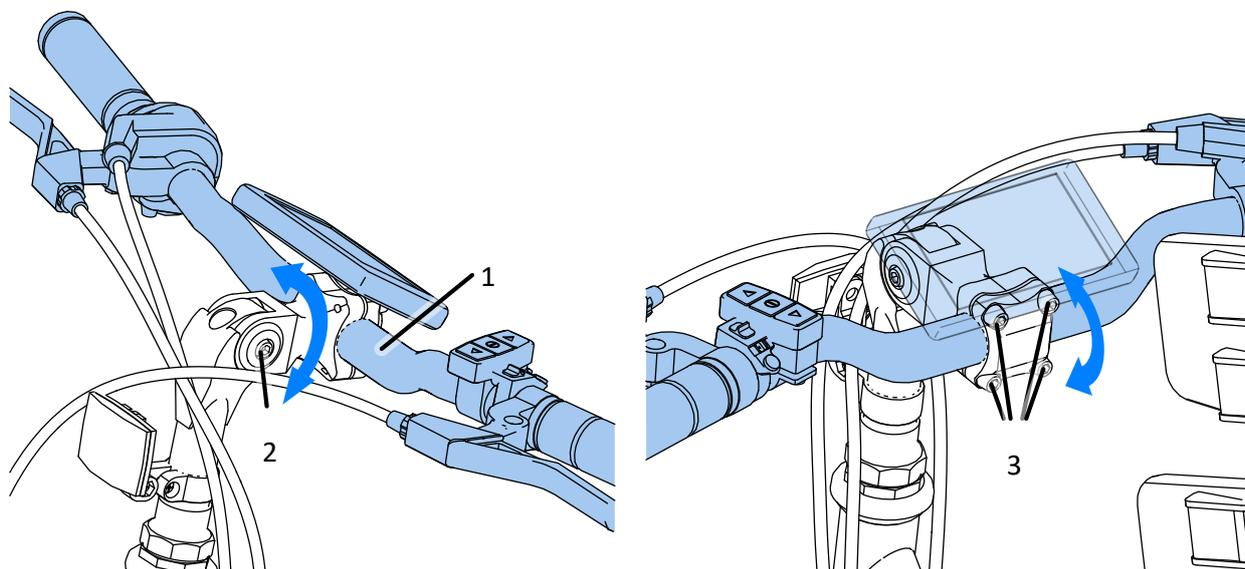

Abb. 17
Die Einstellung des Lenkerwinkels (1) wird in Abb. 17 angezeigt. Um die Neigung des Lenkers zu ändern, lösen Sie die Schraube (2) an der Seite der Brücke. Eine Winkelverschiebung des Brückenkopfes ist dann möglich. Nach dem Einstellen des Winkels sichern Sie die Position durch Festziehen der Schraube (2). Der Brückenkopf ermöglicht die Winkeldrehung der Lenkhebel selbst (1). Lösen Sie dabei die vier Schrauben (3) an der Vorderseite des Brückenkopfes. Nach dem Lösen ist es möglich, den Lenker in der Fassung zu drehen. Sobald Sie eine bequeme Griffposition erreicht haben, ziehen Sie die Schrauben (3) fest.